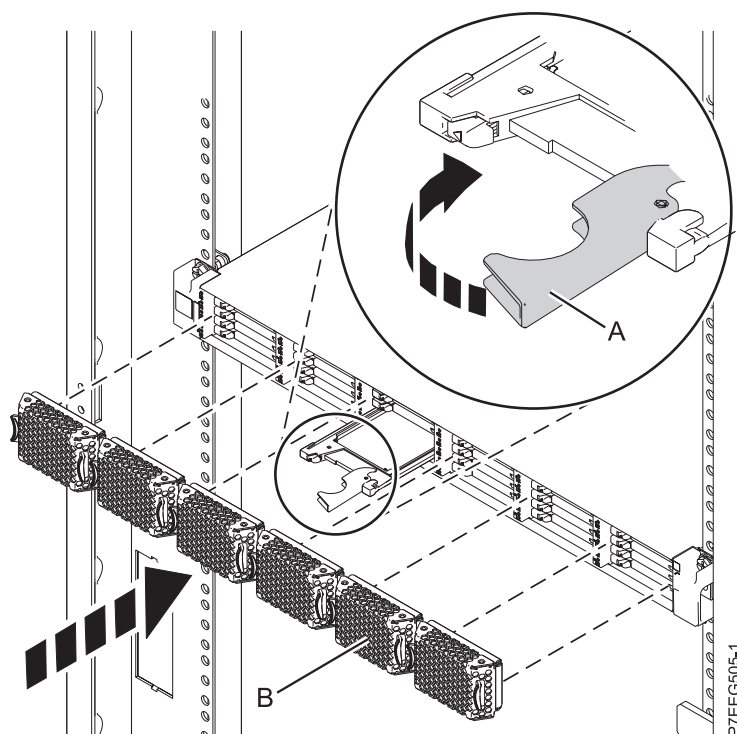

Figura 44. Substitució d'una unitat d'estat sòlid a Allotjament d'emmagatzematge EDR1 PCIe.
3. Feu girar la nansa (A) fins a la posició de bloqueig, tal com es mostra a Figura 44.
4. Instal·leu la tapa bisellada (B).